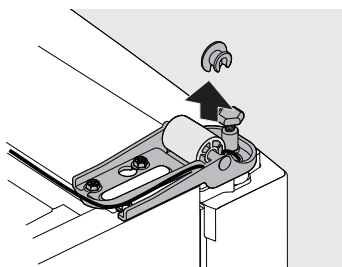

Figure 2
6. Acheminez le câble gris et les connecteurs hors de sous l'essieu de roue et l'entretoise de roue (figure 2).